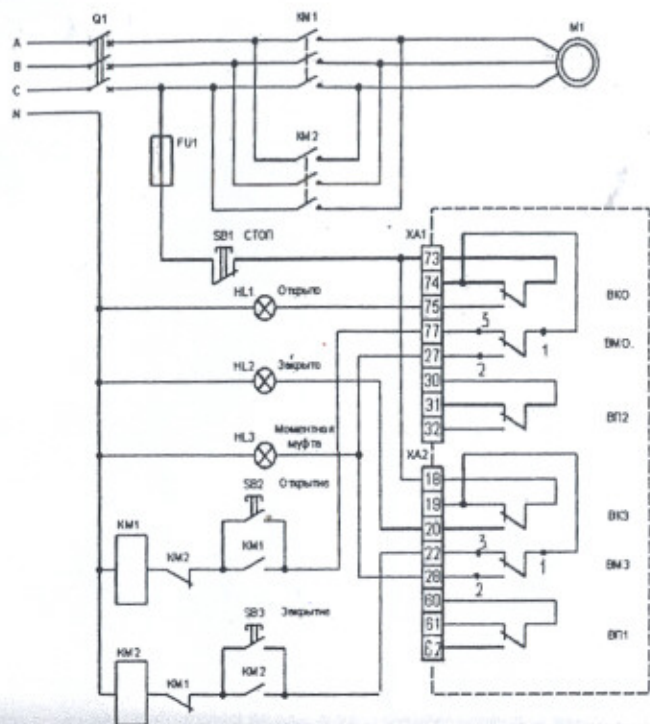

Рис. 2. Рекомендуемая электрическая принципиальная схема включения привода:
- сигнализацию на пульте управления крайних положений запорного устройства арматуры – лампочками HL1 и HL2, срабатывания муфты предельного момента – лампочкой HL3 (рис. 2);